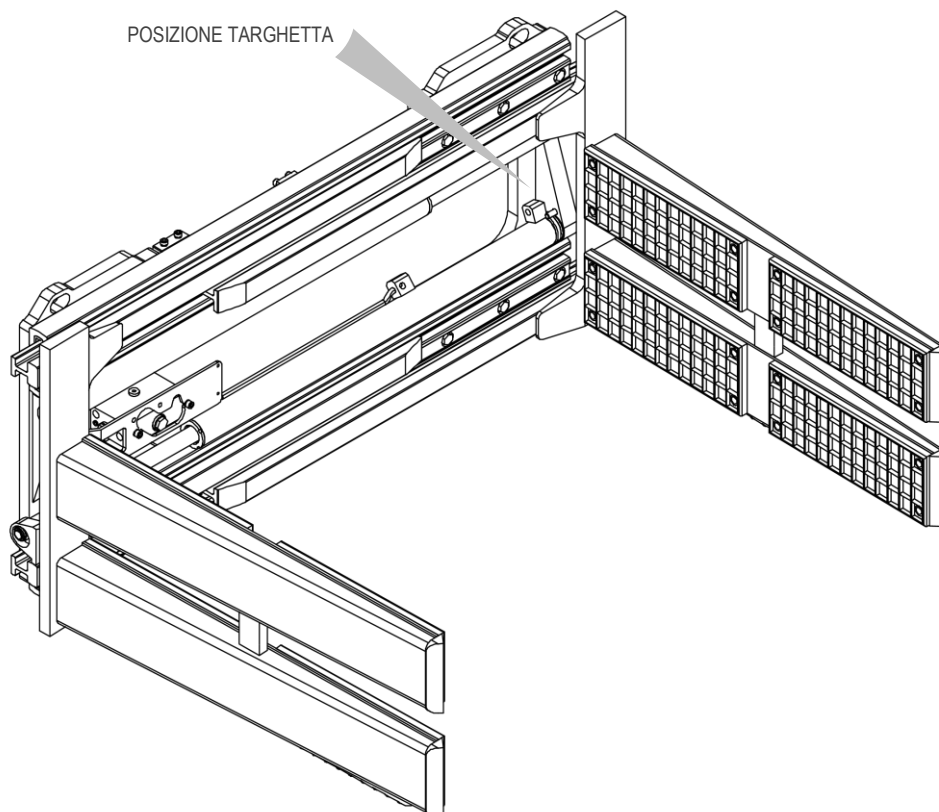

Figura 1
Tutte le attrezzature A.T.I.B. - “PINZA CON GANASCE GOMMATE TIPO 474.137 | PINZA PER BLOCCHI CON GANASCE AUTOEQUILIBRANTI TIPO 474.141” vengono identificate mediante targhetta adesiva (vedi *Tabella 1*) posizionata sull’attrezzatura (vedi *Figura 1*), fare sempre riferimento al numero di matricola.
5. Per la movimentazione devono essere utilizzate cinghie o catene opportunamente dimensionate rispetto al peso dell'attrezzatura indicato in targhetta (vedi *Figura 1 e Tabella 1 a pag. 7*).
9. Collegare il circuito idraulico, assicurandosi che la pressione di esercizio delle tubazioni sia superiore o uguale a quella indicata sulla targhetta di identificazione (vedi *Figura 1* e la *Tabella 1* a pag.7).
6. Per la movimentazione devono essere utilizzate cinghie o catene opportunamente dimensionate rispetto al peso dell'attrezzatura indicato in targhetta (vedi *Figura 1* e la *Tabella 1* a pag. 7).